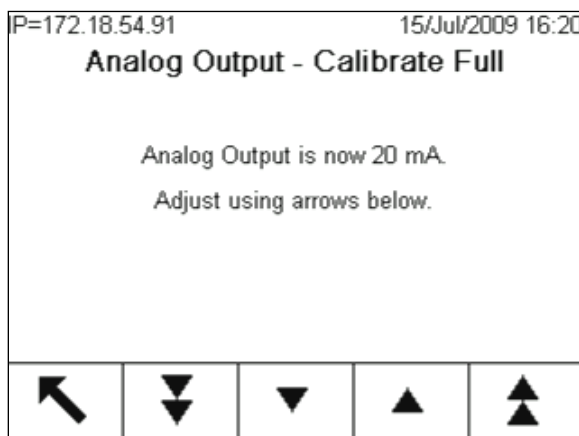

Figura 3-138: Schermata Uscita analogica - Regolazione fondo scala
10. Nella schermata **Uscita analogica - Regolazione fondo scala** (Figura 3-138), utilizzare i soffkey per regolare il segnale dell'uscita analogica esattamente al valore richiesto dal dispositivo del cliente per il limite superiore. I soffkey disponibili sono descritti nella Tabella 3-11.